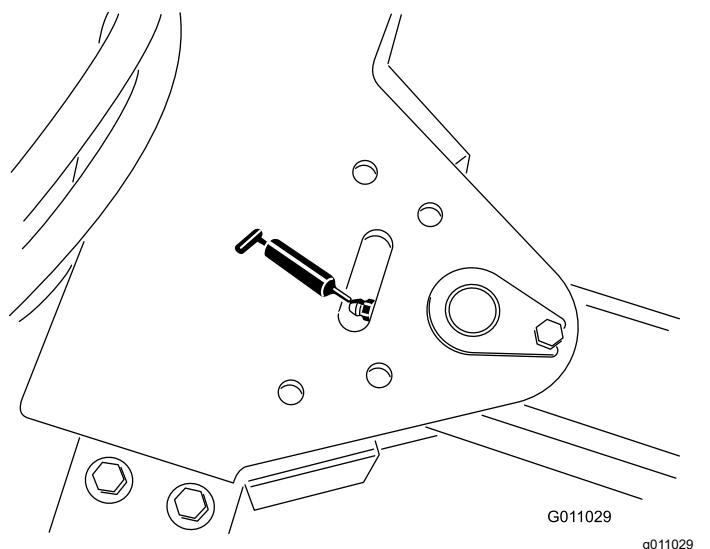

Figura 37
- Perno del timone di traino (1) (Figura 37)